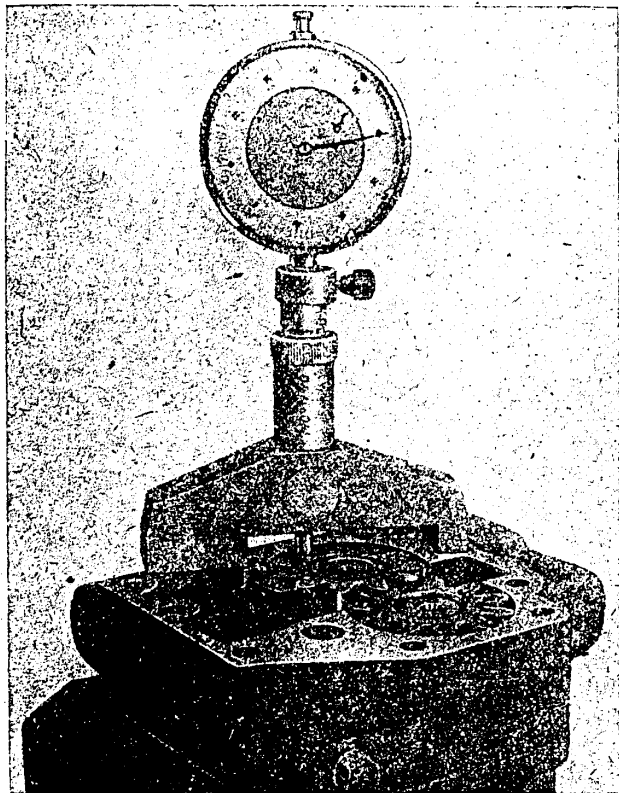

Bild M 122. Rückstehmaß der Ölpumpenräder ausmessen (Werkzeug Nr. 324.020-M 133)
13. Ölpumpenräder mit der Lehre (Werkzeug Nr. 324.020-M 133) ausmessen. Die Ölpumpenräder müssen in der Toleranz – max. Rückstehmaß 0,05 mm bis max. Überstehmaß 0,02 mm – liegen, damit beim Montieren des Ölpumpendeckels die Ölpumpenräder nicht klemmen (Bild M 122).